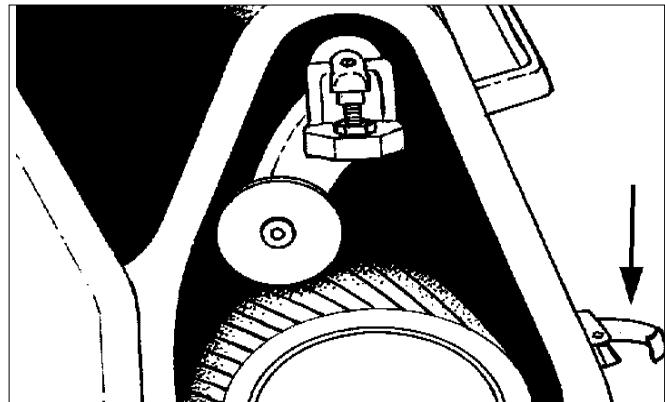

Figuur 10
4. Wikkel het netsnoer door de kabelarm. (Zie Figuur 10) Houd het netsnoer uit de weg van het apparaat. Sluit het netsnoer nog niet aan.